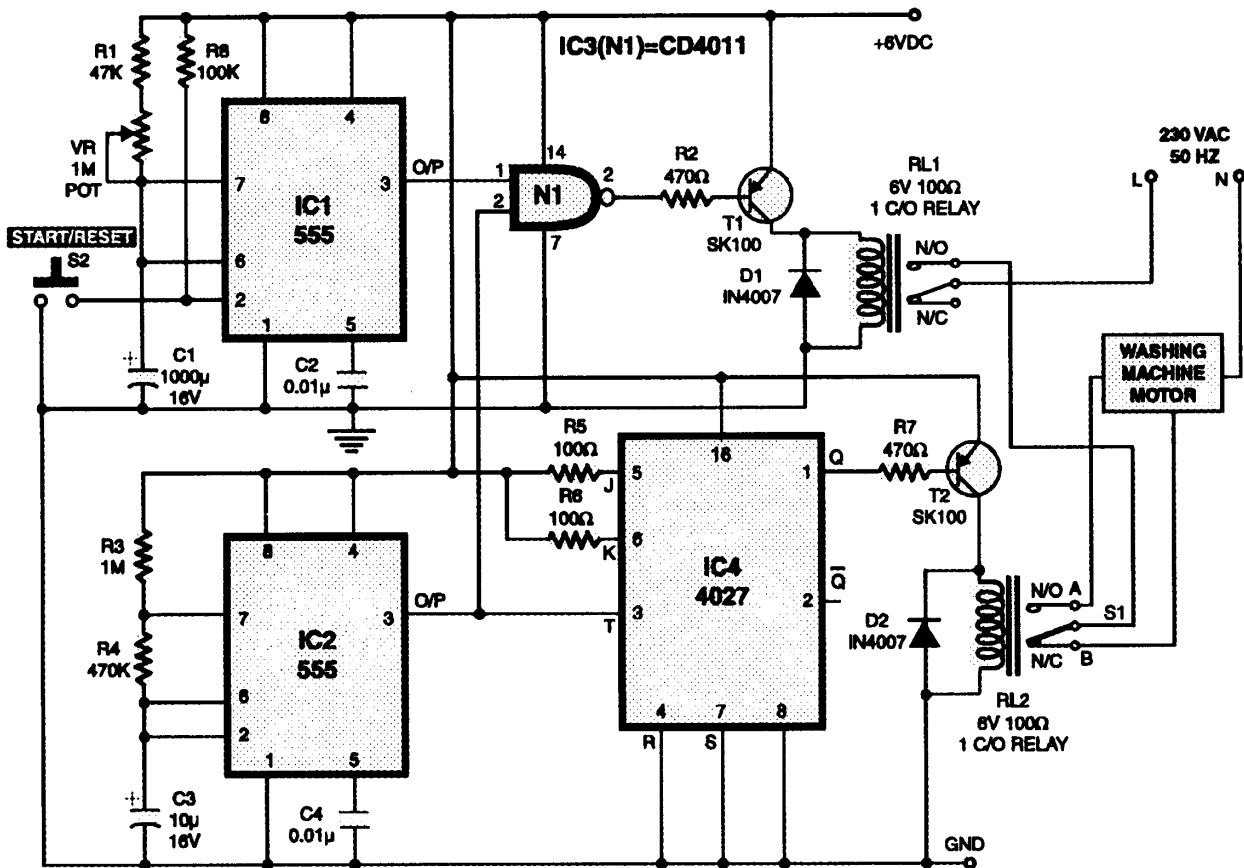

Рис.10
**Контроллер мотора стиральной машины** показан на рис.10. Стиральные машины обычно используют однофазные моторы. В полуавтоматических стиральных машинах установлены механические переключатели, которые время от времени переключают направление вращения мотора. Эти переключатели дороги и часто выходят из строя. Показанный на рис.10 контроллер эффективно заменяет такие